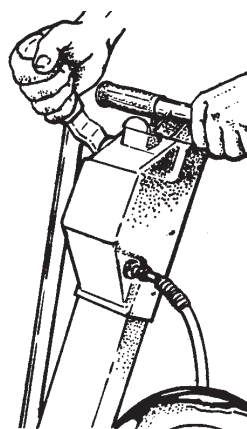

Figura 5
- 3 Inserte el enlace de control en la ranura y deslice el collarín hasta la clavija. Levante el tambor de lijado con la palanca de control. (Figura 5 & 6)